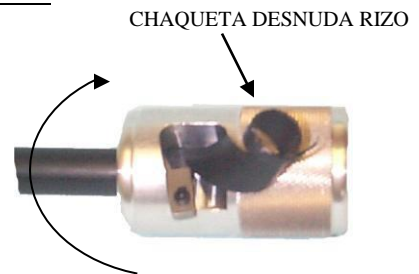

Fig. 2
**Paso 2.** (Fig. 2) Gire la herramienta en el sentido de las agujas del reloj con una ligera presión hacia adelante hasta alcanzar la longitud deseada. Para detener la acción de extracción, mantenga atrás el movimiento normal de avance del JST o coloque la mano sobre el cable y gire la herramienta contra la mano. Cualquiera de los procesos producirá un corte recto.